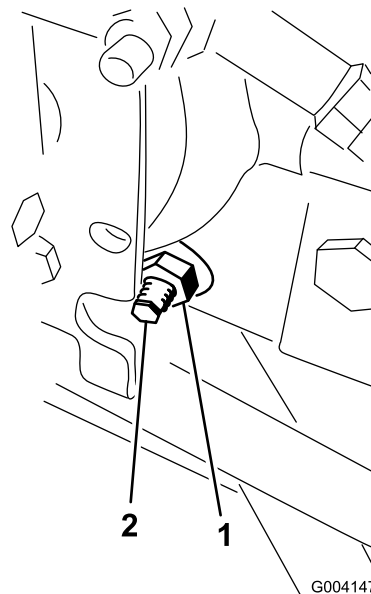

Рисунок 56
3. С правой стороны гидростата ослабьте контргайку кулачка регулировки тяги (**Рисунок 56**).